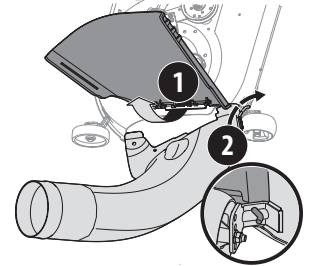

Figure 19
1. Tandis que la goulotte d'éjection du tracteur est relevée et maintenue ouverte (1), installez la botte en plaçant la tige de montage dans la patte de montage de la goulotte (2), comme indiqué à la Figure 19.